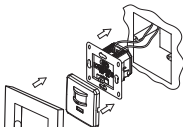

Рис.3
- Установить лицевую панель и рамку (для 25838 4 Legrand Valena; для 25851 3 Lexman Victoria в комплект не входит) датчика (рис.3)